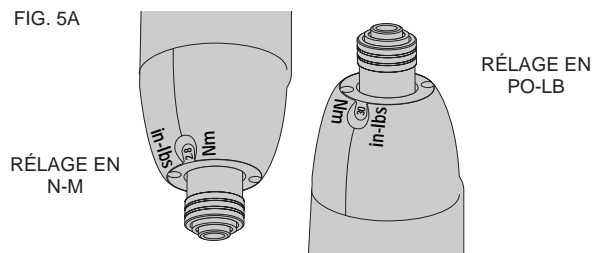

FIG. 6
- 2) Enlever le joint torique de caoutchouc du moteur (fig. 6).
- 3) À l'aide de pinces, retirer les conducteurs du moteur en prenant note de leur couleur et du schéma de connexion (fig. 6).